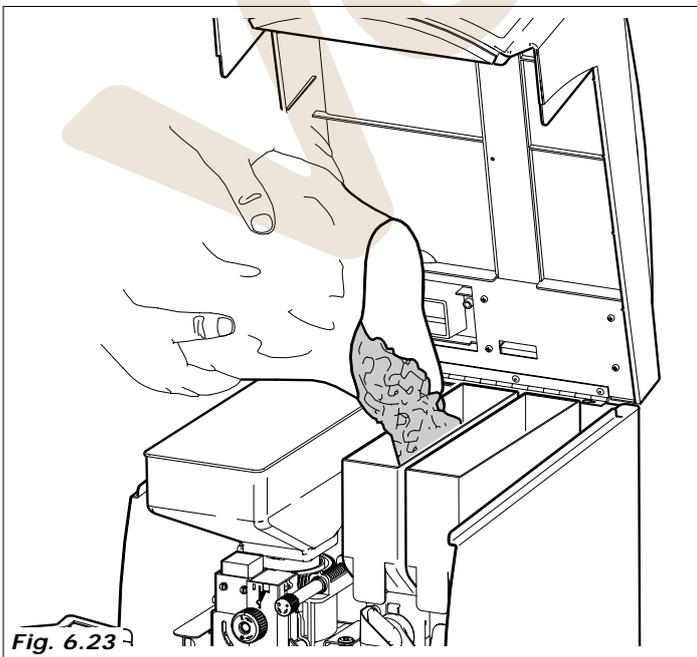

Fig. 6.23
- Quitar la tapa de todos los contenedores y colocar el producto adecuado según muestra el rótulo (Fig. 6.23 - Fig. 6.24)